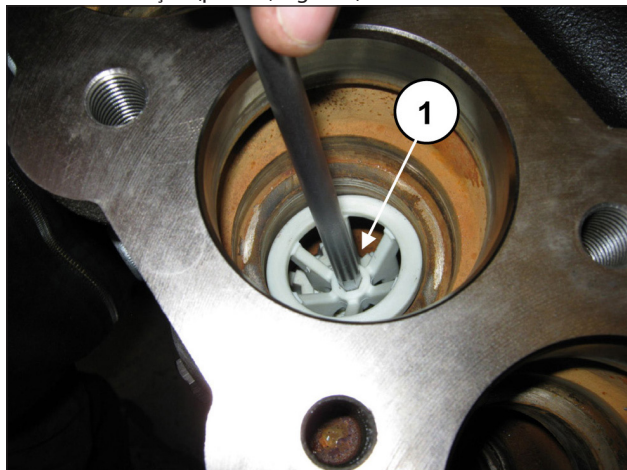

Fig. 106
Extraia o espaçador da guia da válvula, inserindo uma chave hexagonal de 8 mm no local especial e puxe a alavanca para facilitar a remoção (pos. ①, Fig. 106).